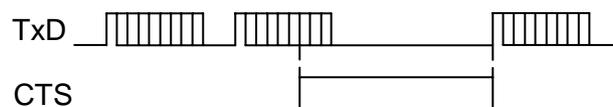

Рис. 9.2
- **Аппаратный протокол управления RTS/CTS.** Использует сигнал CTS, который позволяет остановить передачу данных, если приемник не готов к работе. Передача данных по этому протоколу показана на рис. 9.2. Байт, передаваемый на момент прихода CTS, будет передан, однако с момента окончания его передачи передатчик переходит к ожиданию готовности приемника (т.е. снятия CTS).